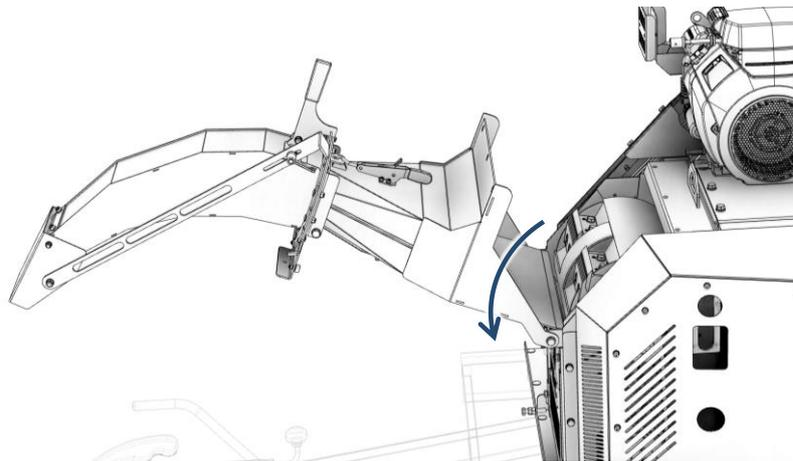

Abb. 9-25 – Abgesenktes Entladeband
- 1) Neigen Sie das Entladeband gemäß Abschnitt 8.4.3 (Abb. 9-25);